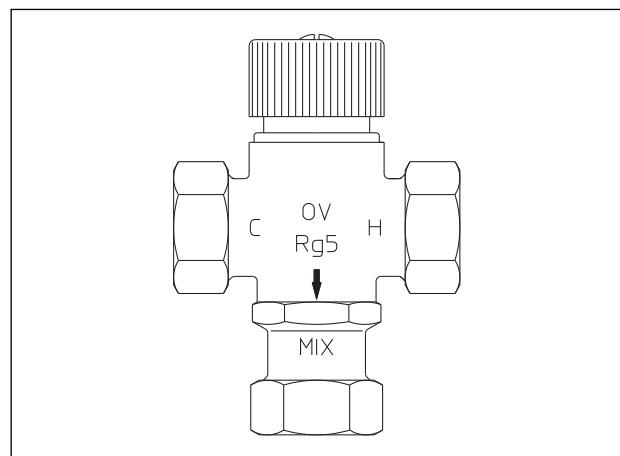

Bild 8: Thermostatischer Brauchwassermischer,
- Einbau eines thermostatisch geregelten Brauchwassermischers „Brawa-Mix“ (siehe Bild 8), genaue Installationshinweise siehe Bedienungsanleitung „Brawa-Mix“. Hohe Warmwassertemperaturen aus dem Solarspeicher werden mit dem „Brawa-Mix“ auf eine einstellbare Temperatur zwischen 35°C - 50°C eingereguliert.